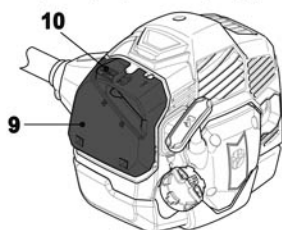

Fig. 36
- > Apăsăți opritorul [10] și lăsați jos capacul [9] (Fig. 36, 37).